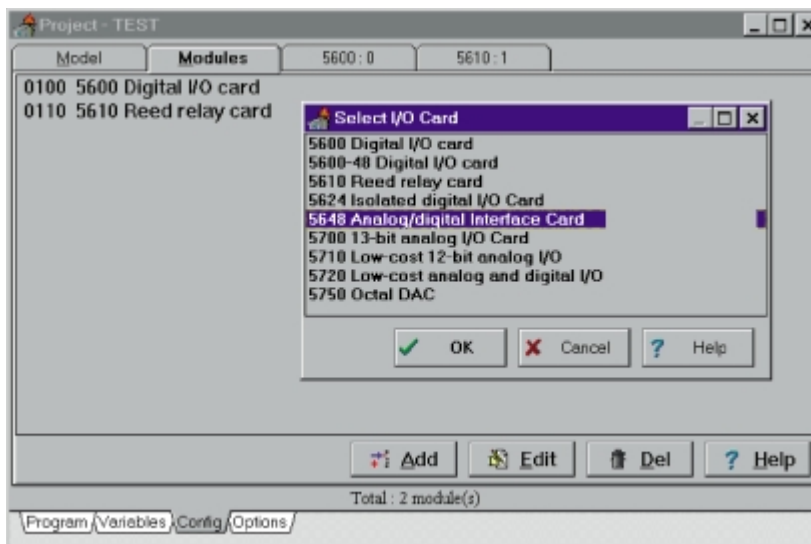

Рис. 11. Выбор используемых модулей ввода/вывода на этапе конфигурирования
- выбираются типы используемых модулей ввода/вывода контроллера (рис. 11);